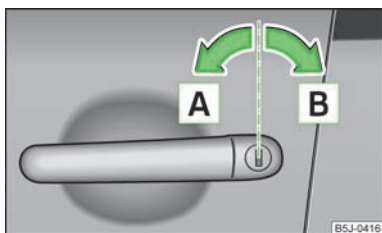

Fig. 11
- Girar la llave en el bombín de cierre de la puerta del conductor en dirección de marcha (posición de desbloqueo) **[A]** » fig. 11.
- Girar la llave en el bombín de cierre de la puerta del conductor en dirección contraria a la marcha (posición de bloqueo) **[B]** » fig. 11.